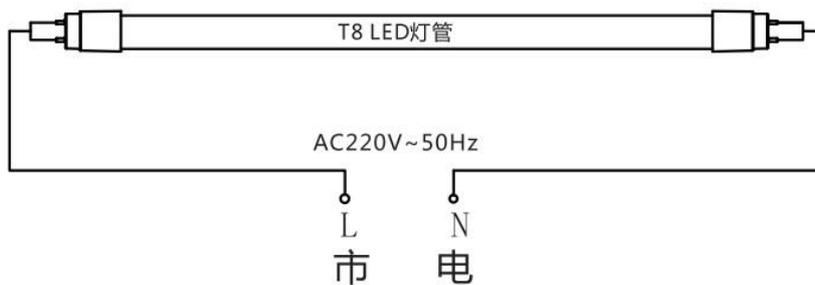

图1. 将灯管两端的灯脚接入市电即可
1. 将灯管两端任意一个灯脚分别接入市电220V-240V的L、N极接电即可点亮灯。如图1